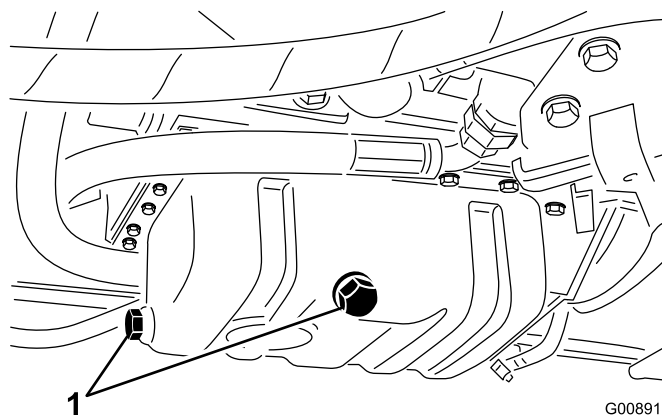

図 47
1. ドレンプラグ（図 47）の片方を外し、排出されるオイルを廃油受け容器に回収する。オイルが抜けたらドレンプラグを取り付ける。